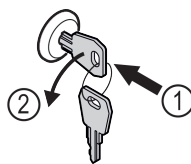

Fig. 179
- ▶ Vstavite ključ. Fig. 179 (1)
- ▶ Ključ obrnite v smeri proti urnim kazalcem za 90°. Fig. 179 (2)